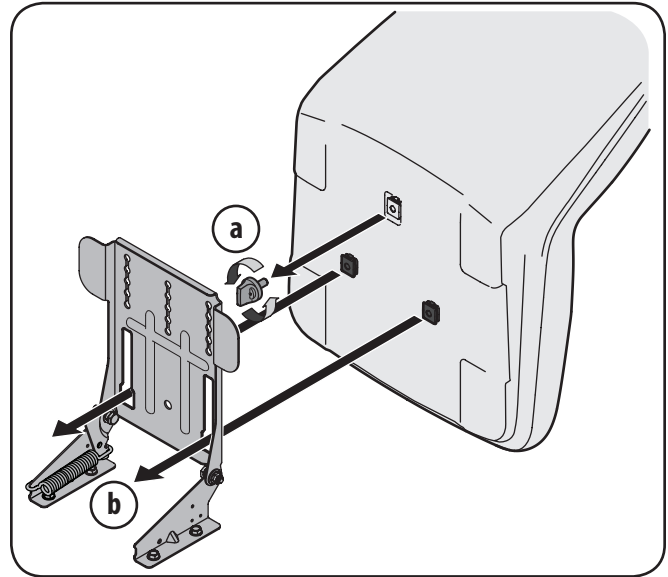

Figura 3-4
1. Como ya se ha indicado, quitar la perilla de ajuste de asiento instalado en la fábrica en la parte inferior del asiento. Consulte la sección "A" en la Figura 3-4.
2. Alinear el asiento sobre el soporte de pivote del asiento como se muestra en la Figura 3-4 y montar el asiento en el soporte de pivote insertando las dos lengüetas de la parte inferior del asiento en las ranuras de la ménsula de pivote.